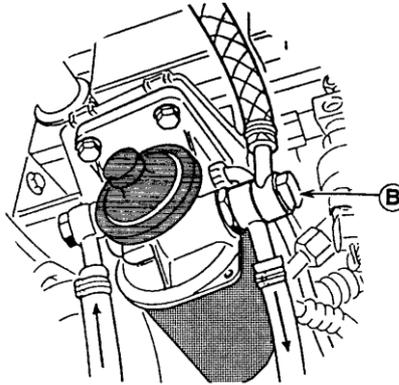

Fig.2
Débrancher la vis creuse de sortie du carburant et raccorder le manomètre à dépression au niveau du filtre (B) (fig. 2).